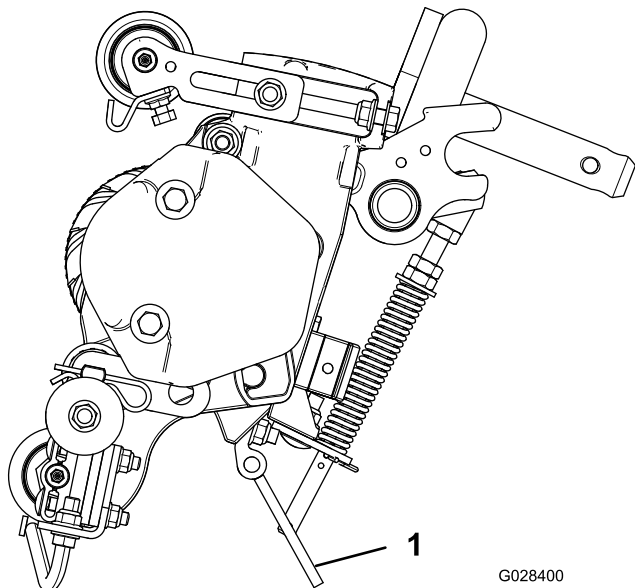

Figura 12
**Nota:** Sempre que a unidade de corte vertical tiver de ser inclinada para expor as lâminas de corte vertical, utilize o apoio (fornecido com a unidade de tração) (Figura 12).